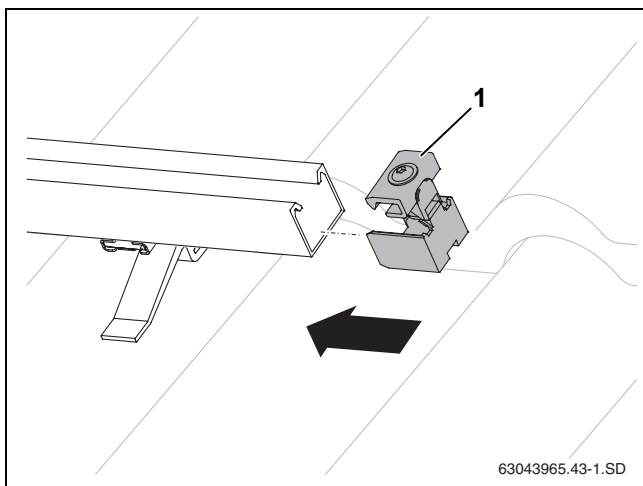

Fig. 37 Deslizar el tensor unilateral del captador
- ▶ Deslice el tensor unilateral del captador (Fig. 37, [1]) en los perfiles guía del extremo derecho del campo de captadores hasta que encaje en el primer orificio ovalado del perfil guía.